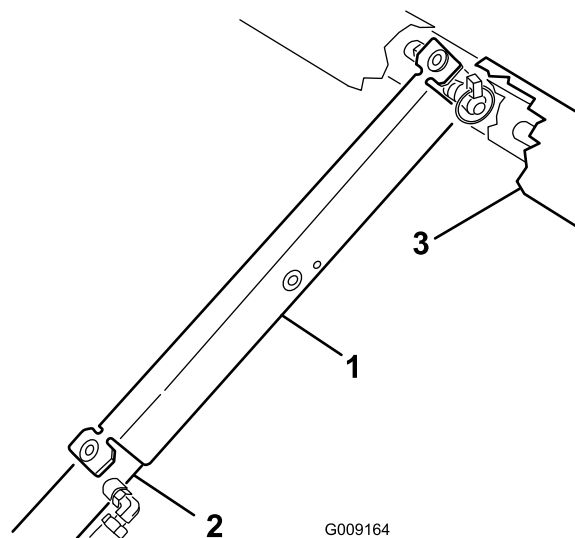

Рисунок 33
3. Насадите опору кузова на шток гидроцилиндра, обеспечив, чтобы концевые уши опоры опирались на торец корпуса гидроцилиндра и на торец штока гидроцилиндра (Рисунок 33).